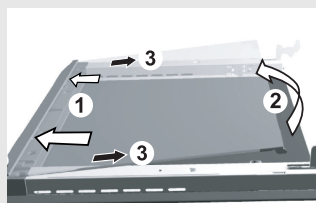

Figure 1
- Saisissez la vitre par le bas. Tirez-la délicatement vers vous, puis soulevez-la légèrement - mais pas trop - (de 10 mm au maximum) jusqu'à ce que le coin support sorte de la fente (figure 1).